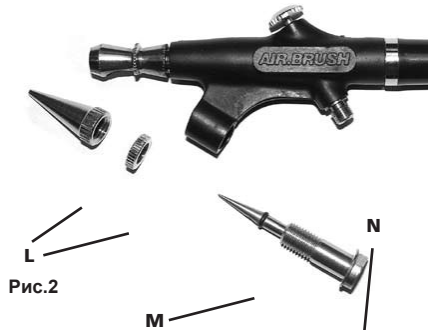

Рис.2
Протрите краскопульт сухой тряпкой. В случае засорения сопла, очистите иглу и само сопла от остатков краски. Для откручивания головки иглы (Рис. 2, N) от краскопульта, вытаските иглу из компонентов сопла (L), снимите резиновую шайбу (M) для предупреждения повреждения и очистите. Для очистки сопла/иглы можно использовать тот же растворитель, который был использован для смешивания краски. Для повторной установки иглы, следует выполнить те же действия в обратном порядке.